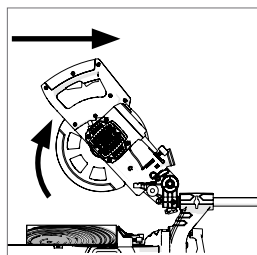

Fig. 28
- Veillez toujours à pousser la tête de coupe à fond vers l'arrière, à chaque coupe (**Fig. 28**).